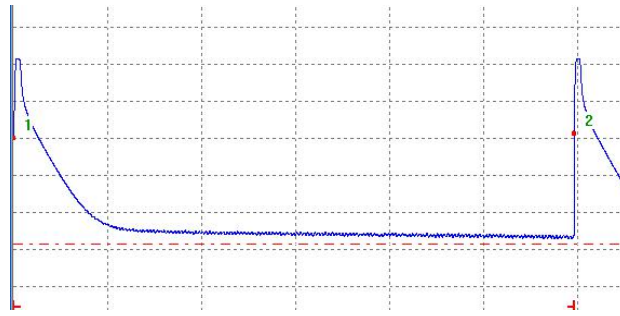

Figura 11-2
- ① Reemplaza la fibra de salto de luz
- ② Limpia el conector
- ③ Reemplaza el conector
**Problema 5: Cuando el rastreo de medición es de tal como se muestra en la Figura 11-2:**